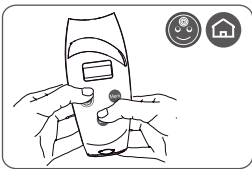

図3
- [顔]ボタン  と、[ホーム]ボタン  を同時に押し、両ボタンから指を離すと、[ホーム]ボタンLEDが点滅します。(図3参照)